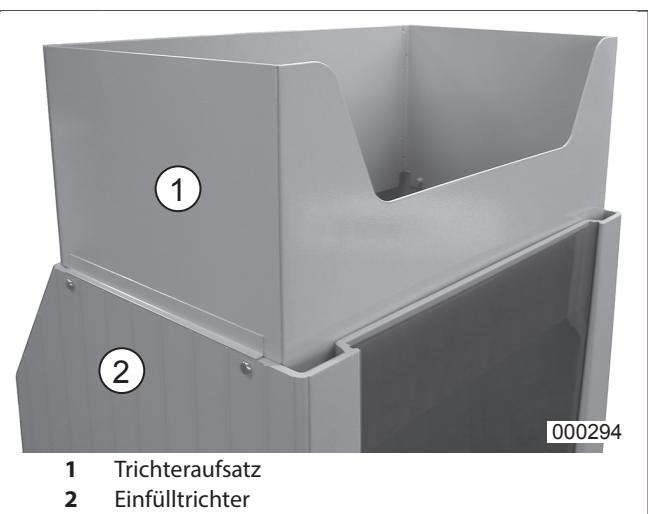

Abb. 1 Montage des Trichteraufsatzes
2. Trichteraufsatzz (Abb. 1/1) montieren (siehe nachfolgende Beschreibung).
Nehmen Sie den Trichteraufsatzz (Abb. 1/1) aus dem Unterschrank, setzen ihn, wie gezeigt, auf den Einfüllrichter (Abb. 1/2) und befestigen ihn mit den mitgelieferten vier Schrauben am Einfülltrichter.
Aus Gründen der Zugriffsicherheit darf die Maschine nur betrieben werden, wenn der Trichteraufsatzz auf dem Einfülltrichter montiert ist (Abb. 1).